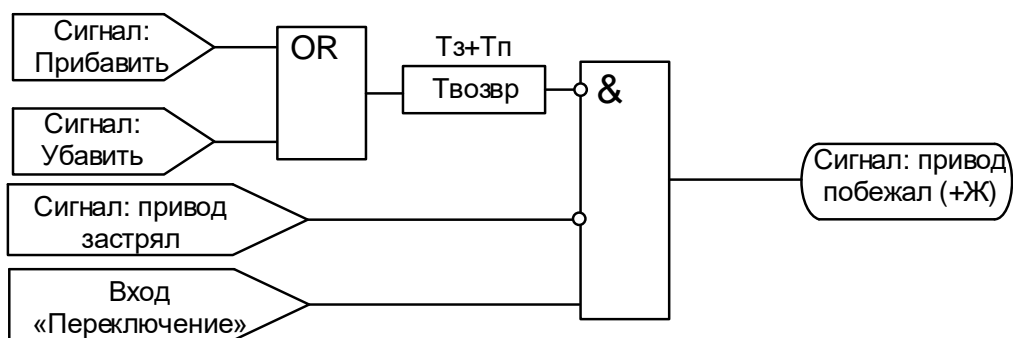

Рисунок 5.3 – Логика формирования неисправности «Привод побежал»
**Действия при самопроизвольном включении привода.** Если при отсутствии команд управления «Прибавить» или «Убавить» обнаружен сигнал «Переключение», то запрещается регулирование напряжения. Формируются сигналы «Привод побежал», «Блокировка», «Сигнализация» и зажигается светодиод «Переключение», блокируются команды «Прибавить» и «Убавить» (см. рис. 5.3).